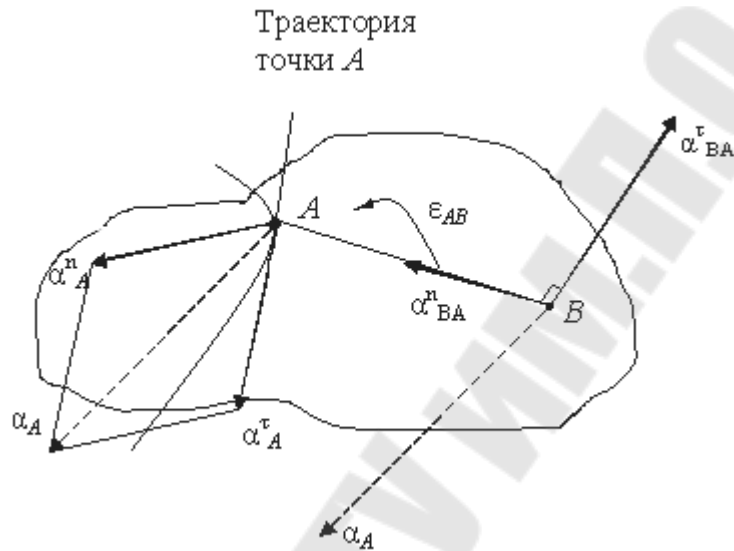

Рис. 28
33. По теореме об ускорениях точки плоской фигуры имеем $\vec{a}_B = \vec{a}_A + \vec{a}_{BA}^\tau + \vec{a}_{BA}^n$ (рис. 28).